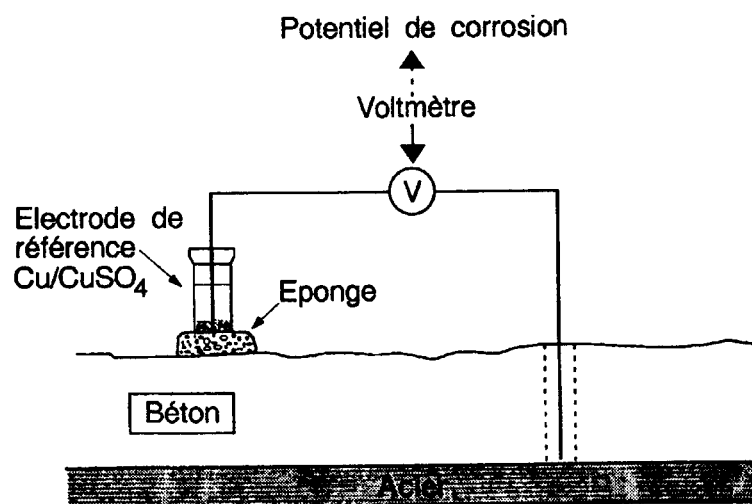

Fig 2.113- Dispositif de mesure du potentiel de corrosion d'une armature.
- La technique consiste à **mesurer localement** la différence de potentiel entre la surface de l'enrobage et la barre sous-jacente (half-cell potential). Cette mesure peut être effectuée selon la norme ASTM C876-80 (Fig 2.113)